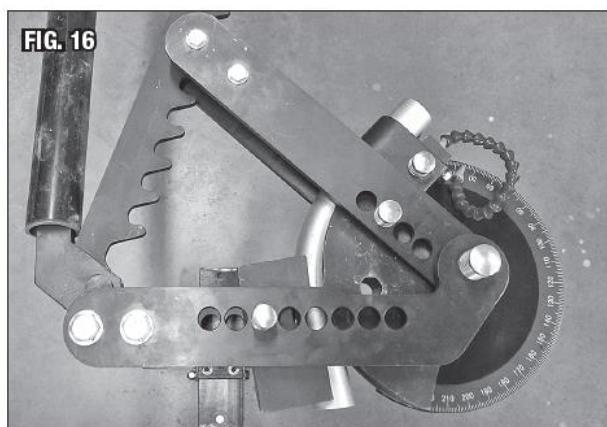

Рис. 16
9. Как только вся полезная длина трещотки будет достигнута, и диапазон гибки закончится, направляющий штифт (M) Ø7/8"x5-3/8" [Ø22x136 мм] должен быть вытащен и перемещен в приводном звене и далее по направлению к центру формы (Рис.16).